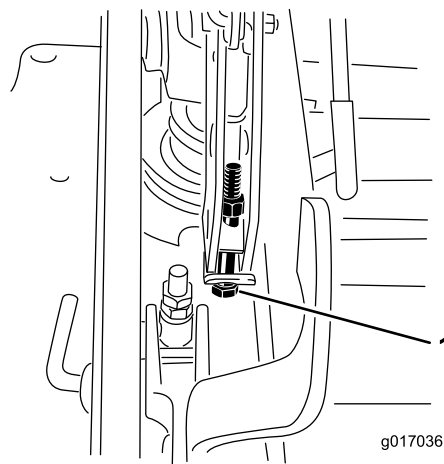

Figure 95
13. Si le tablier est trop bas, serrez le boulon de réglage monpoint dans le sens horaire. Si le tablier est trop haut, desserrez le boulon de réglage monpoint dans le sens antihoraire (Figure 95).